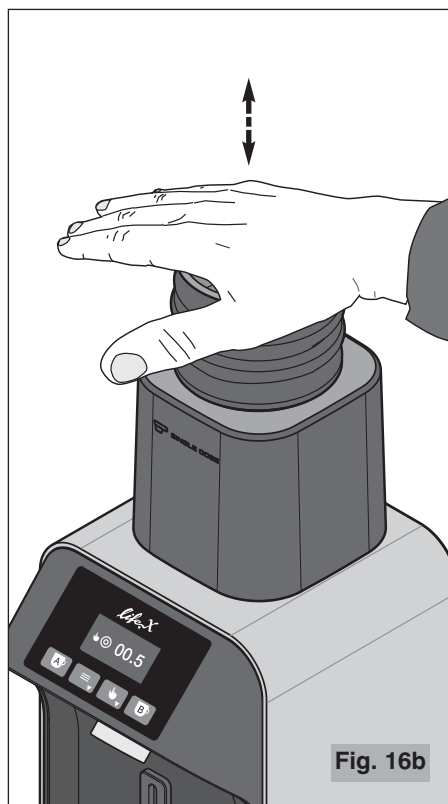

Fig. 16b
- 7 Con il motore in funzione, dopo che tutti i chicchi di caffè siano stati completamente macinati, colpire il soffietto (16 Fig. 3) con il palmo della mano, assicurandosi di coprire completamente il suo imbocco (vedere Fig. 16b), in modo da far cadere tutto il caffè macinato.